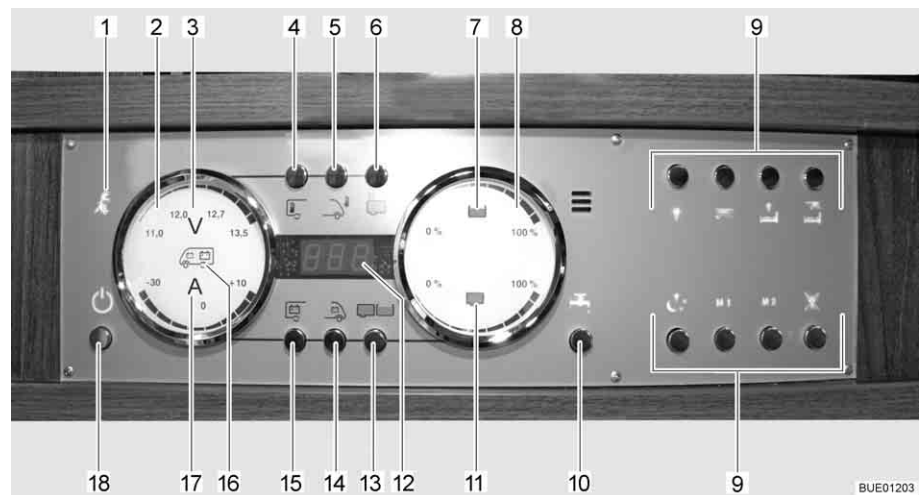

Fig. 158 Panel LT 510
Se enciende la luz de control de 230 V (Fig. 158,1) cuando hay tensión de red en la entrada del bloque eléctrico.
El interruptor principal de 12 V (Fig. 158,18) conecta y desconecta el panel y la alimentación de 12 V del habitáculo.
- Pulsar la tecla de la alimentación de 12 V (Fig. 158,18) brevemente. La alimentación de 12 V del habitáculo está conectada. La visualización de control "12 V" está encendida.
- ▷ En caso de que después de la conexión parpadeen tanto el LED "11,0" de la visualización de voltios así como el símbolo Voltios "V" (Fig. 158,3) en el instrumento indicador Baterías (Fig. 158,2), será demasiado baja la tensión de la batería del habitáculo. Cargar la batería.
- ▷ En caso de que después de la conexión parpadeen tres veces la visualización de control 12 V y el símbolo Voltios V (Fig. 158,3), estará activada la separación de batería. Desactivar la separación de batería.
- Pulsar la tecla de la alimentación de 12 V (Fig. 158,18) brevemente. La alimentación de 12 V del habitáculo está desconectada. La visualización de control "Alimentación de 12 V" se apagará.
- Pulsar la tecla Batería del habitáculo (Fig. 158,15) y mantenerla pulsada aprox. 10 segundos. El símbolo Voltios "V" (Fig. 158,3) y la visualización de control "12 V" parpadearán tres veces. La batería del habitáculo está separada de la red de a bordo de 12 V.
- Pulsar la tecla de la alimentación de 12 V (Fig. 158,18) y mantenerla pulsada aprox. 5 segundos. El símbolo Voltios "V" (Fig. 158,3) y la visualización de control "12 V" parpadearán tres veces. La batería del habitáculo está conectada a la red de a bordo de 12 V. La visualización de control estará encendida durante aprox. 5 segundos.
- Pulsar la tecla Batería del habitáculo (Fig. 158,15). El símbolo Voltios "V" (Fig. 158,3) estará encendido. Según la carga o la descarga, el símbolo Amperios "A" (Fig. 158,17) estará iluminado de color blanco o rojo. La tensión de la batería y la corriente de la batería del habitáculo se visualizan a través de LEDs en el instrumento indicador.
- Pulsar la tecla Batería del motor de arranque (Fig. 158,14). El símbolo Voltios "V" (Fig. 158,3) estará encendido. La tensión de la batería del motor de arranque es visualizada a través de LEDs en el instrumento indicador.
- Pulsar la tecla Depósitos (Fig. 158,13). Los símbolos Depósito de agua (Fig. 158,7) y Depósito de aguas residuales (Fig. 158,11) estarán encendidos. Los niveles de llenado del depósito de agua (escala superior) y del depósito de aguas residuales (escala inferior) serán visualizados a través de LEDs en el instrumento indicador.
El símbolo Depósito de agua (Fig. 158,7) o el símbolo Depósito de aguas residuales (Fig. 158,11) parpadeará si el depósito de agua está vacío o el depósito de aguas residuales está lleno.
A través del visualizador digital (Fig. 158,12) es posible visualizar la temperatura interior y la temperatura exterior.
- Pulsar la tecla Temperatura interior (Fig. 158,4). Indica la temperatura interior.
- Pulsar la tecla Temperatura exterior (Fig. 158,5). Indica la temperatura exterior.